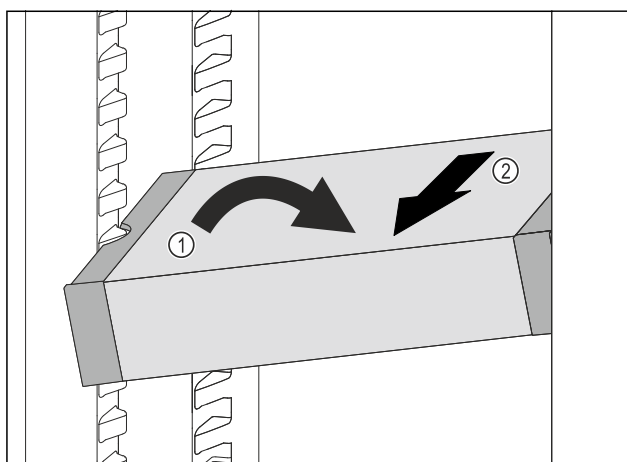

Fig. 165
- ▶ VarioSafe postavte v chladničce šikmo. Fig. 165 (1)
- ▶ VarioSafe odeberte směrem dopředu. Fig. 165 (2)